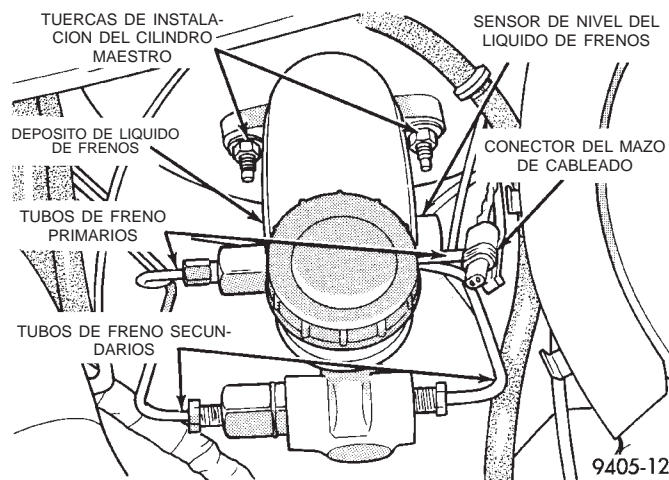
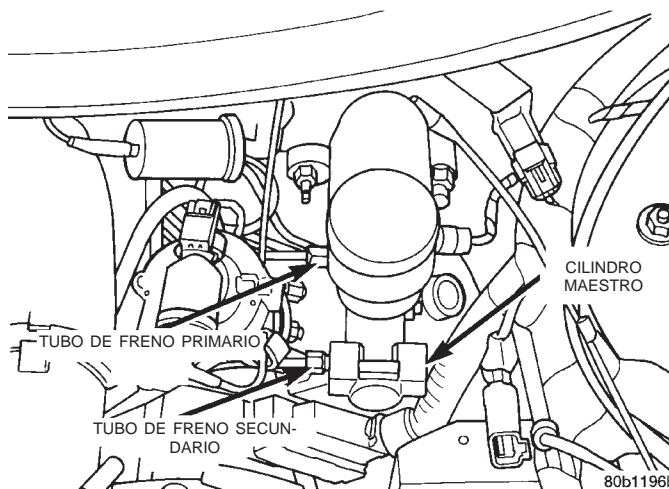
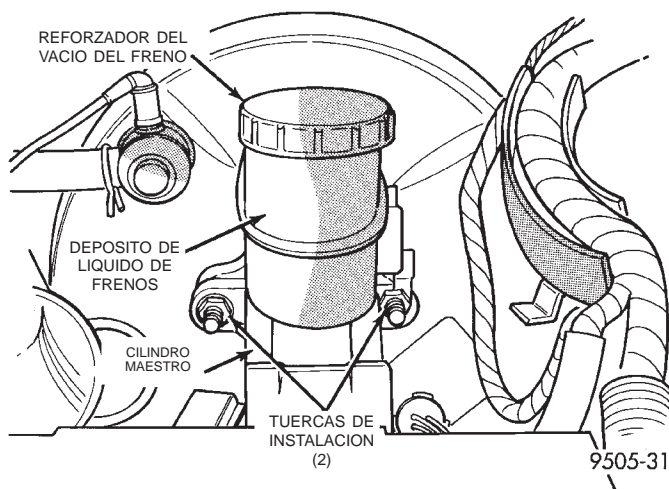

Fig. 115 Tubos de freno primarios y secundarios sin frenos ABS
Fig. 116 Tubos de freno primarios y secundarios con frenos ABS
Fig. 117 Instalación del cilindro maestro en el reforzador del vacío
(3) Desconecte los tubos de freno, primarios y secundarios, del cilindro maestro (Fig. 115) y (Fig. 116). Instale tapones en todas las salidas abiertas de los tubos de freno en el conjunto del cilindro maestro.
(4) En los vehículos que tienen instalado el sistema ABS, limpie la zona donde el cilindro maestro se fija al reforzador mediante un limpiador de frenos apropiado, como el Limpiador de piezas del freno Mopar o un equivalente.
(5) Retire las 2 tuercas (Fig. 117) que fijan la cubierta del cilindro maestro al reforzador del vacío del servofreno.
(9) Posicione el cilindro maestro sobre los pernos espárrago de la unidad del servofreno, alineando el vástago de pistón en el reforzador del vacío del servofreno con el vástago de pistón del cilindro maestro.
(10) Instale las 2 tuercas de instalación del cilindro maestro (Fig. 117) y apriete con una torsión de 28 N·m (250 libras pulgada).
(11) Conecte los tubos de freno a las bocas primarias y secundarias del cilindro maestro (Fig. 115) y (Fig. 116). Apriete todas las tuercas de los tubos con una torsión de 17 N·m (145 libras pulgada).
(12) Vuelva a conectar el conector del cableado al sensor de nivel de líquido.
(13) Ajuste el conmutador de la luz de stop según sea necesario.
(14) Purgue el sistema de frenos.